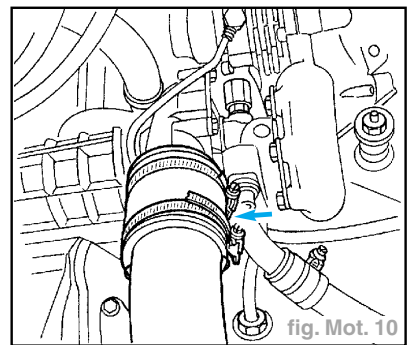

fig. Mot. 10
- Desserrer le collier de maintien, extraire le tuyau avant de le déposer (fig. Mot. 10).